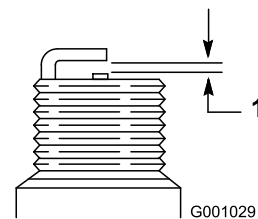

Bild 45
6. Stellen Sie den Abstand der Elektroden an der neuen Zündkerze auf 0,76 mm (Bild 45).